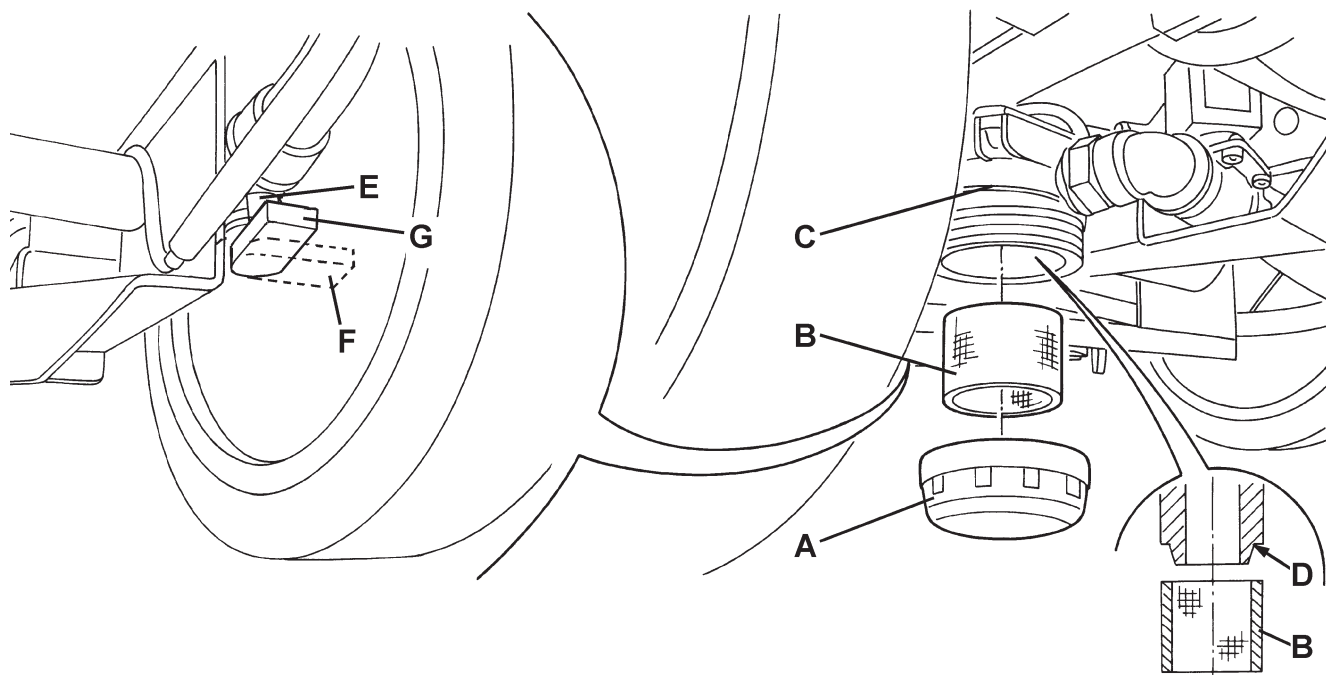

Figure 6
2. Positionner la clé de contact (41) sur "0".
3. Fermer le robinet (E, Fig. 6) de la solution situé dessous la machine, derrière la roue arrière droite. Le robinet (E) est fermé quand il se trouve dans la position (F) par rapport aux tuyaux ; il est ouvert quand il se trouve dans la position (G).
4. Enlever le couvercle transparent (A), puis enlever le filet filtrant (B) situé dessous la machine, devant la roue arrière droite. Les nettoyer et les reposer sur le support (C).